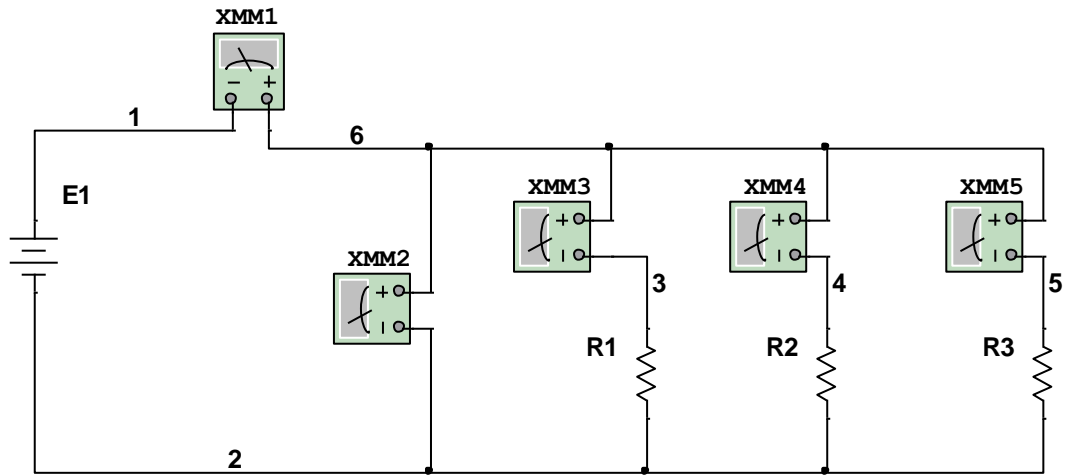

Рисунок 2.2- Схема дослідної установки
1. Скласти схему згідно рис. 2.2 (XMM 1, 3, 4, 5 – амперметр, XMM 2 – вольтметр).
2. Встановити на блоці живлення (E) напругу - 30В.